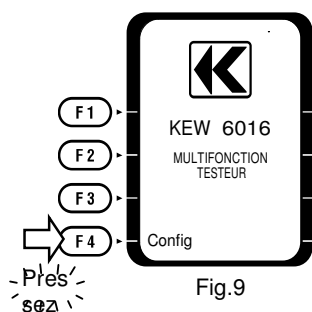

Fig.9
1. Pressez le bouton Config (F4) en enclenchant le KEW6016. (Fig.9)